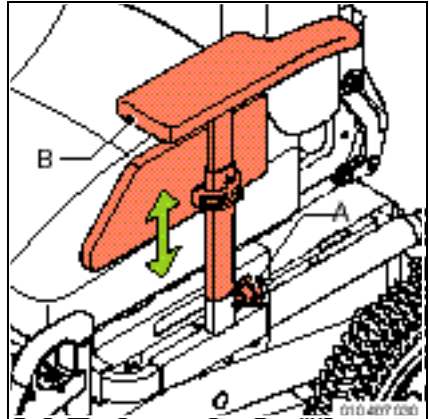

Abbildung 34
1. Lösen Sie den Sternknopf (A) (Abb. 34).
2. Nehmen Sie die Armlehne (B) mit Seitenschild ab.